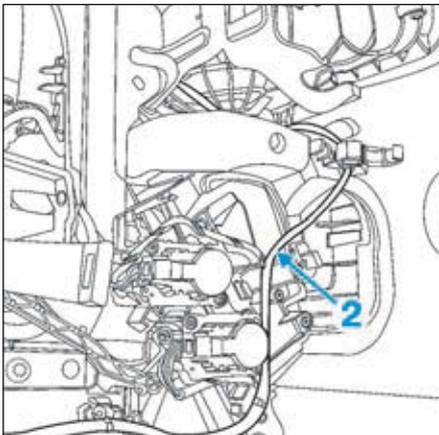

FIG.43
- Repérer le parcours du faisceau (2) et le dégrafer (Fig.43).